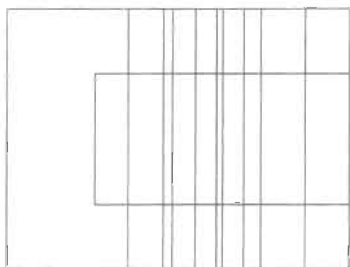

图 14-173
(9) 选中矩形, 单击“修改”工具栏中的“移动”按钮, 将其向上平移 6mm, 向右平移 8mm, 如图 14-173 所示, 命令执行过程如下。